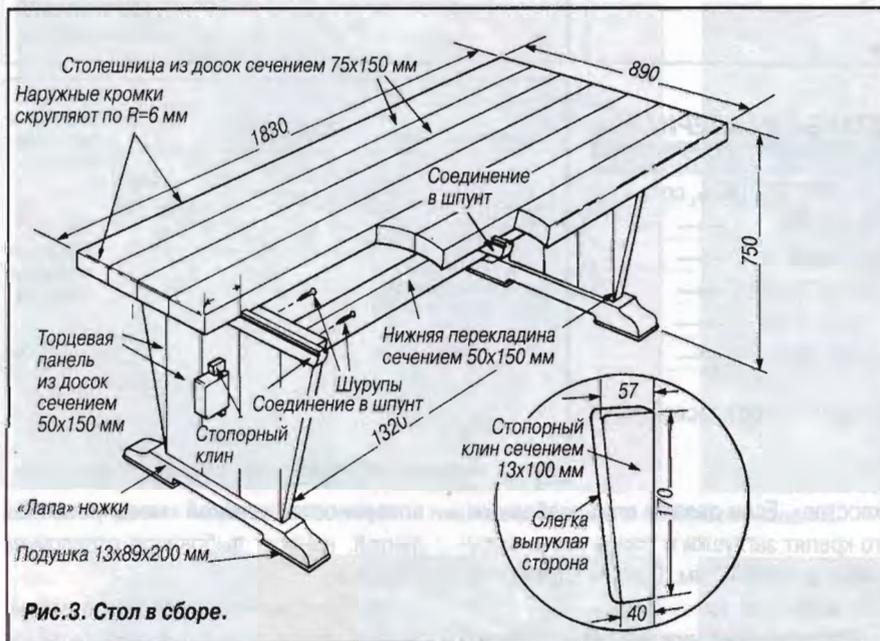

Рис.3. Стол в сборе.
**Изготовление соединения «ласточкин хвост».** С нижней стороны столешницы размечают положение соединений «ласточкин хвост» (рис.3). Рубанком выравнивают поверхность и наждачной бумагой шлифуют ее.
**Изготовление нижней перекладки.** Вставляют торцевые панели в столешницу и измеряют расстояние между краями шипов нижней перекладки. Из доски сечением 50x150 мм выпиливают перекладку длиной 1520 мм, затем вырезают на ней шипы, как показано на рис.6, легко входящие в пазы в торцевых панелях. Из доски сечением 13x100 мм вырезают стопорные клинья, как показано на рис.3 (в кружочке).